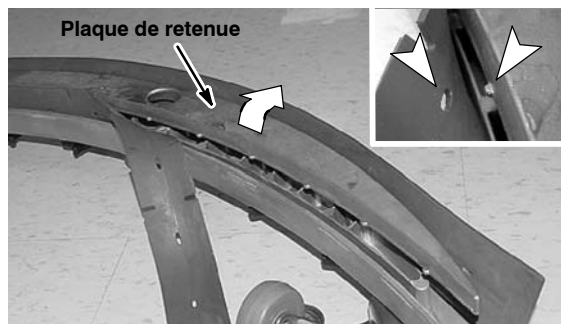

FIG. 62
4. Pour remplacer la lame avant, retirez la lame arrière et desserrez complètement les quatre boutons du bloc de racloir ; ne retirez pas les boutons. Soulevez et inclinez la plaque de retenue pour accéder à la lame avant (Figure 62). Faites pivoter la lame avant pour obtenir un nouveau bord nettoyant et réinstallez la plaque de retenue. Veillez à ce que les ergots de la plaque de retenue s'engagent dans les fentes de la lame. Réinstallez la bande et resserrez les boutons.